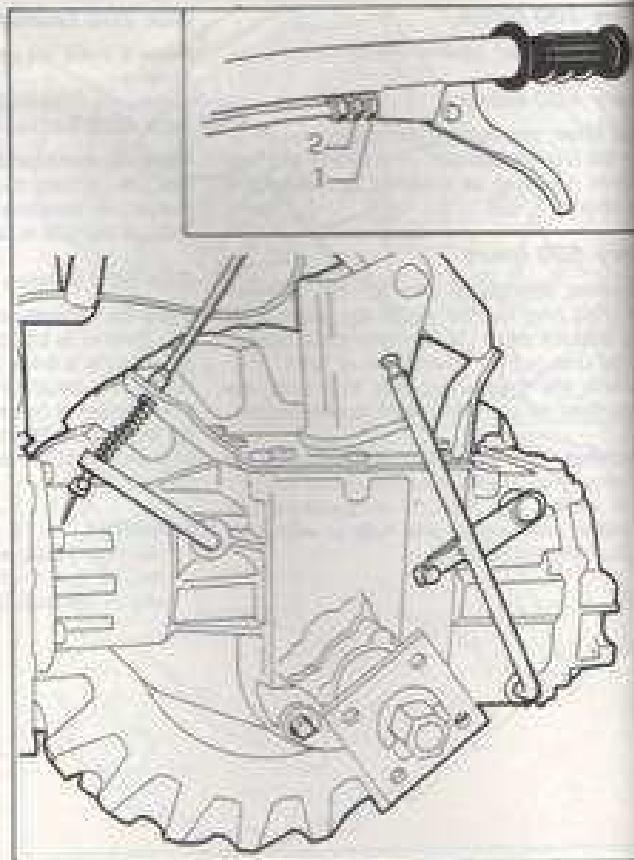

Fig. 16 - Bild 16
2. If the clutch idle travel is insufficient (clutch slippage or in excess (disengagement is not complete), adjust the control wire (see fig. 16). Screw out jam nut (1) and actuate set screw (2) until a 10 mm idle travel is obtained.
2. Si la course à vide du levier s'avère insuffisante (embrayage patelin ou excessive (débrayage incomplet) régler le câble de commande (voir fig. 16). Agir sur l'écrou de réglage (2) après avoir relâché le contre-écrou (1), de sorte que la course à vide soit d'environ 10 mm.
2. Sollte der freie Hebeleweg ungenügend (Rutschung der Kupplung oder übermäßig unvollständige Ausschaltung) ausfallen, das Steuerdrähtzeil (siehe Bild 16) durch Wirkung auf die Einstellmutter (2) nach Lösen der Gegenmutter so einstellen, dass der freie Hebeleweg ca. 10 mm beträgt.
- Se la corsa a vuoto della leva è insufficiente (slittamento della frizione) o eccessiva (disinneso incompleto), regolare il cavo di comando (vedere la fig. 16). Agire sul registro di regolazione (2) dopo aver allentato il controdado (1).